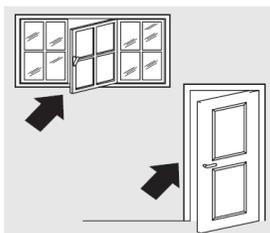

Рис. 12
1. Закройте окна и двери в помещении с кондиционером (рис. 12). При установке прибора на длительный период времени, следует оставить входную дверь слегка приоткрытой (на 1 см), чтобы обеспечить правильную воздушную вентиляцию.